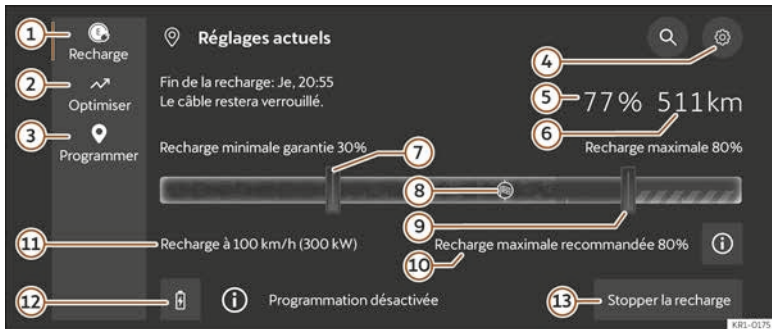

Fig. 64 Sur le système d'infodivertissement : menu principal Charge.
1. Accédez au menu de charge **Programmer** >>> fig. 64 ①.
- **Niveau de charge maximale** >>> fig. 64 ⑨ : Normalement, si vous utilisez le véhicule de manière habituelle, il n'est pas nécessaire de
2. Appuyez sur le bouton  **4** >>> **fig. 64**.